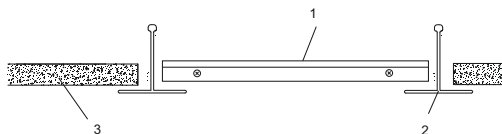

Рисунок 2
2.3 Встраиваемый монтаж производить в подвесные потолки типа «Armstrong» (см. рисунок 2). Светодиодную панель (1) установить на место потолочной плиты 600×600 мм (3) в межпотолочное пространство между направляющими (2) потолка «Armstrong», как показано на рисунке 2.